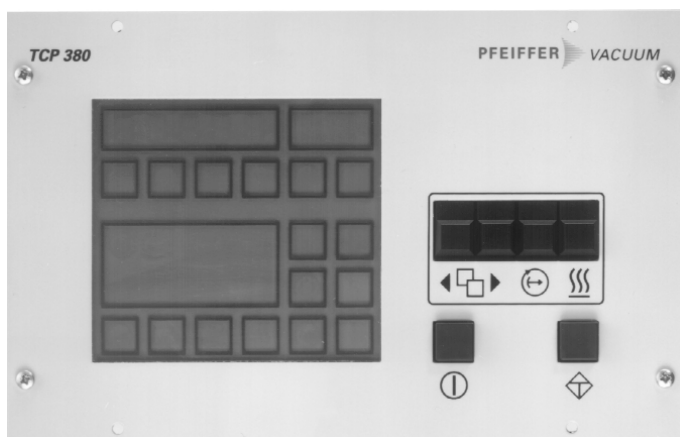

Fig. 1
- Die Antriebselektronik TCP 380, Fig. 1, ist ein Rack- Teileinschubgerät der Größe "6/12-19" der Balzers-Norm.
- The Electronic Drive Unit TCP 380, Fig. 1, is a rack module size "6/12-19" of the Balzers standard rack.
- La commande électronique TCP 380 (Fig. 1) est un appareil construit en baie de rack de la taille "6/12-19" (norme Balzers).